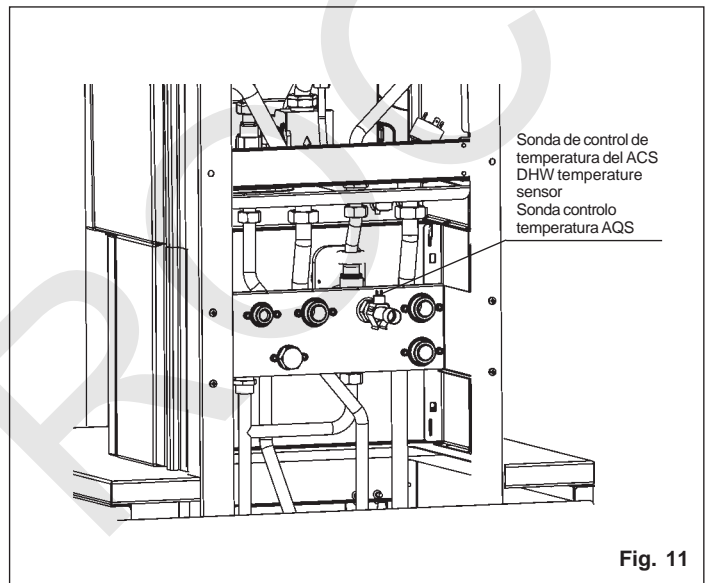

Fig. 11
6. Realizar las conexiones hidráulicas con la instalación. Retirar la sonda temperatura de ACS antes de soldar el tubo donde está ubicada. Ver Fig. 11.
6. Make the water connections. Remove the DHW temperature sensor before soldering the pipe where it is located. See Fig. 11.
6. Efectuar as ligações hidráulicas à instalação. Retirar a sonda de temperatura de AQS antes de soldar o tubo onde está localizada. Ver Fig. 11.
- **Importante:** La sonda de control de temperatura del ACS debe retirarse antes de soldar el tubo de cobre a la instalación (ver fig. 11). Colocarla de nuevo tras la soldadura.
- **N.B.:** The DHW temperature sensor must be removed before the brass pipe is soldered to the system (see Fig. 11). Fit it back after soldering.
- **Importante:** A sonda de controlo de temperatura de AQS deve ser retirada antes de soldar o tubo de cobre à instalação (ver fig. 11). Colocá-la de novo após a soldadura.